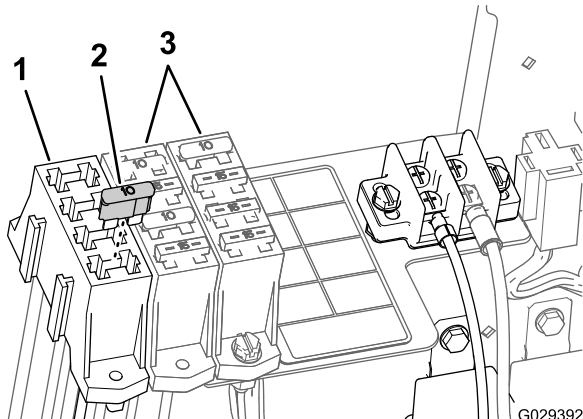

Figura 24
2. Installate il fusibile da 15 A nella presa individuata nel portafusibili ausiliario (Figura 24).